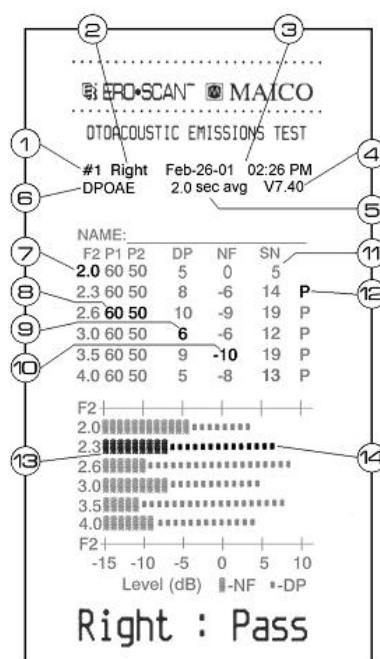

Bild 22
- Mit dem optionalen Drucker können nach jedem Test alle Ergebnisse ausgedruckt werden. Nachfolgend ist der Ausdruck anhand des Beispiels in Bild 22 erklärt: